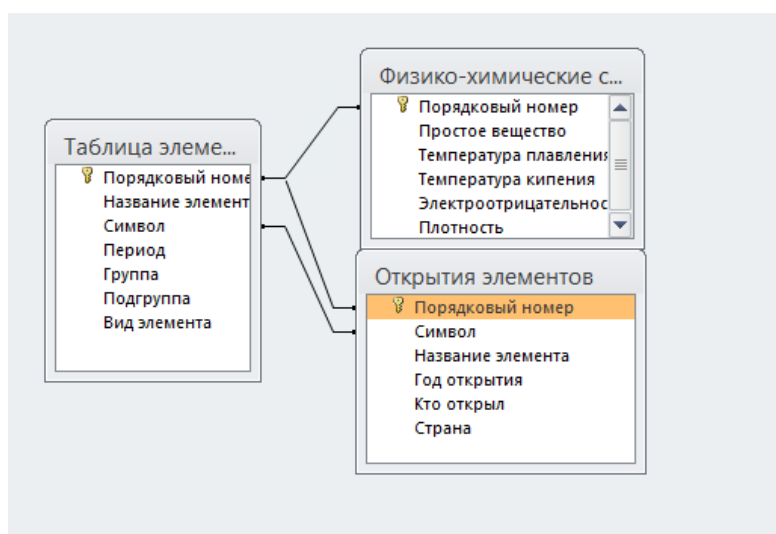

Рисунок 61 – Установленные связи между таблицами в окне *Схема данных*
7. Аналогично установите связь между таблицами *Таблица элементов* и *Физико-химические свойства*. Для этого протащите указатель мыши от поля *Порядковый номер* таблицы *Таблица элементов* к полю *Порядковый номер* таблицы *Физико-химические свойства*. Здесь будет отношение *один-к-одному*» (рисунок 61).